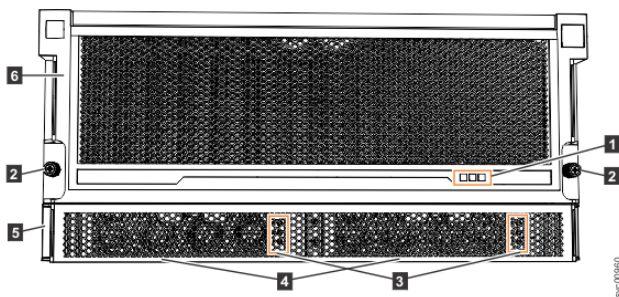
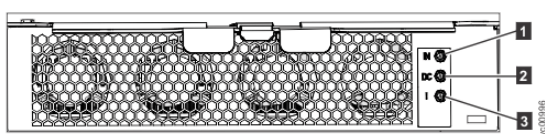

Figure 142. Voyants à l'avant du boîtier d'extension
Figure 143. Voyants à l'avant d'une unité d'alimentation électrique
Comme le montre la Figure 142, à la page 128, l'avant du boîtier d'extension 5U contient des voyants pour le panneau d'affichage (1) et pour chacune des unités d'alimentation électrique (3).
Le boîtier d'extension 5U contient deux unités d'alimentation électrique (4 dans la Figure 142, à la page 128) accessibles depuis l'avant du boîtier. Chaque unité d'alimentation électrique possède son propre jeu de voyants, tel qu'indiqué dans la Figure 143, à la page 129.